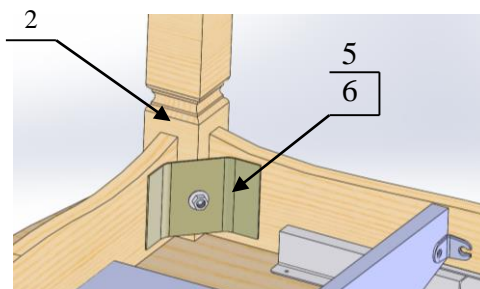

Рис. 4.
- 3.3 Установить ногу (2) на столешницу с подстольем (1), вставив шпильку (3) в отверстие уголка подстолья – рис. 4.
- 3.4 Закрепить ногу (2) посредством гайки (6) через шайбу (5) – рис.4.